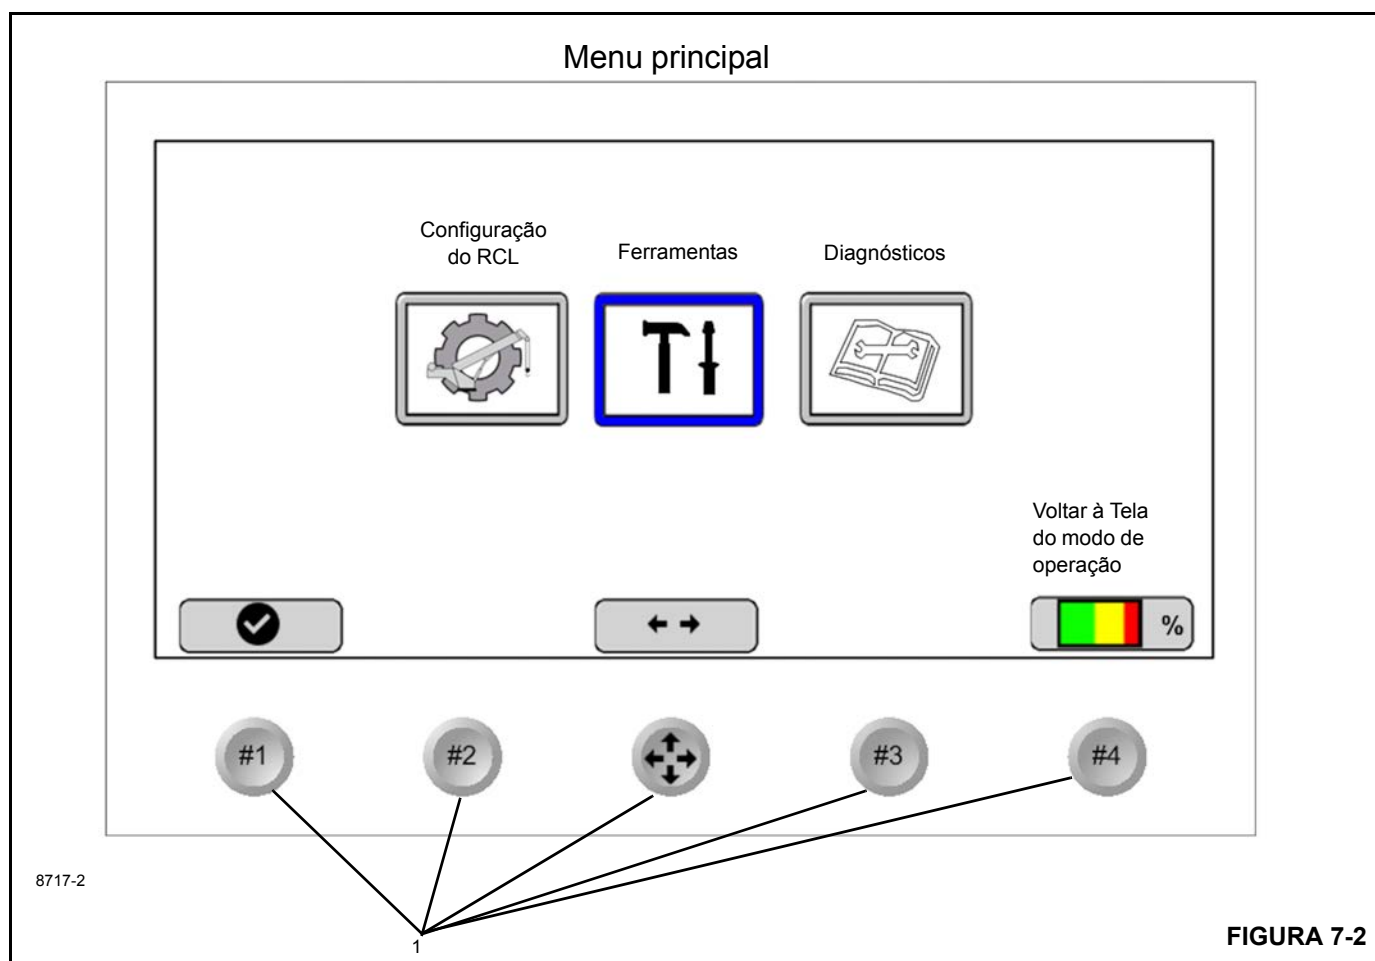

FIGURA 7-2
A tela do **Menu principal** (Figura 7-2) está dividida em três seções importantes usadas para configurar, operar, calibrar e detectar e solucionar problemas do sistema do RCL (Limitador de capacidade nominal).
- **RCL Set-Up** (Configuração do RCL) — destaque e pressione a tecla de função Selecionar (Figura 7-2) para configurar o sistema RCL. Essa tela inclui a configuração e a determinação dos limites operacionais da lança, dos estabilizadores, do guincho e da passagem de cabos pelo moitão. A tela de configuração do RCL inclui também a tela de modo operacional do RCL. Consulte a página 7-4.
- **Tools** (Ferramentas) — destaque e selecione a tecla de função (Figura 7-2) para acessar a tela de ferramentas; consulte a página 7-14. Esta tela inclui telas de configuração do RCL e de calibragem de sensores e informações de exibição de medições.
- **Diagnostic** (Diagnóstico) — destaque e pressione a tecla de função Seleccionar Nº 3 (Figura 7-2) para acessar o menu de diagnóstico do RCL; consulte a página 7-19. Este menu inclui: telas de Informações e atenções da máquina, Monitoramento de falhas elétricas do guindaste, Horímetro, Número de peça da tabela de carga, Número de peça da tabela de calibragem e Entrada/Saída de módulo com informações a respeito de versões do software e sensor em tempo real.
A tela do **Menu principal** possui *teclas de função* (Figura 7-2) que são usadas para destacar e selecionar as funções indicadas na tela do mostrador.
NOTA: Na inicialização do RCL, a tela inicial da Manitowoc e a tela do logotipo da National Crane aparecem cada uma durante alguns segundos, antes de a tela Menu principal ser exibida (Figura 7-2).
Selecione o ícone de configuração de RCL no menu principal para iniciar a configuração de RCL (Figura 7-2).